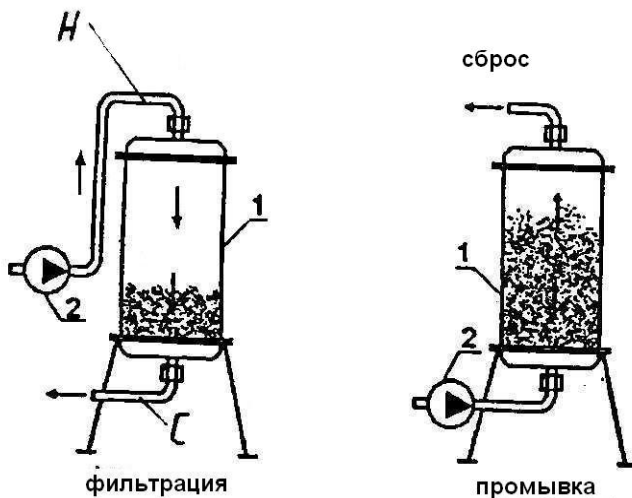

Рис.2.
5.3. На рис. 2 (приложение 2) изображена схема гидравлическая соединений, в соответствии с которой необходимо подсоединять установку.
Подача молока или моющей жидкости в фильтр осуществляется насосом КМ 32-32-100 (рис.2) смонтированном на фланце электродвигателя. На корпус насоса установлена крышка со всасывающим патрубком.